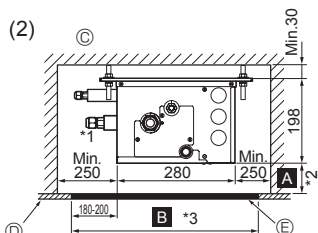
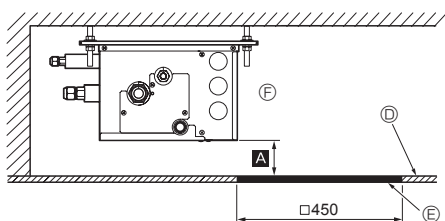

Fig. 4-6
Fig. 4-7
(2) Zijaanzicht (Fig. 4-6, Fig. 4-7)
Als "□ 450" maakt u een onderhoudsgat aan de zijde van een printplaat (zoals getoond in Fig. 4-7), en is "min. 300 mm" nodig als afstand **A**. Indien deze minder dan 300 mm bedraagt (bijvoorbeeld **A** is 100 mm), wordt vervangingswerk van de aftakdoos, lineaire-expansieklepspoelen, sensoren en afvoerbakken vanaf een onderhoudsgat moeilijk (alleen vervanging van een printplaat is mogelijk).